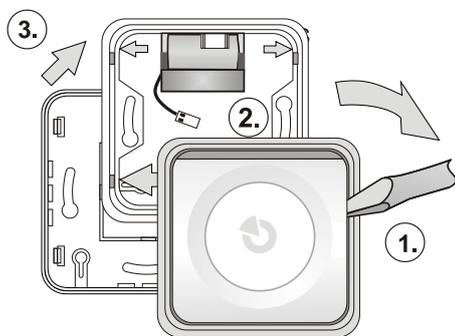

Рисунок 1: Разборка сирены перед установкой
1. Снимите корпус (кнопки) сирены с пластмассовой рамки, нажав на боковую сторону корпуса (1.) с помощью отвертки, как показано на рис. 1.
4. Закрепите пластмассовое основание на выбранном месте с помощью винтов. Если в сирене используется батарейка, поместите ее под верхней стороной пластмассового основания, как показано на рис. 1.